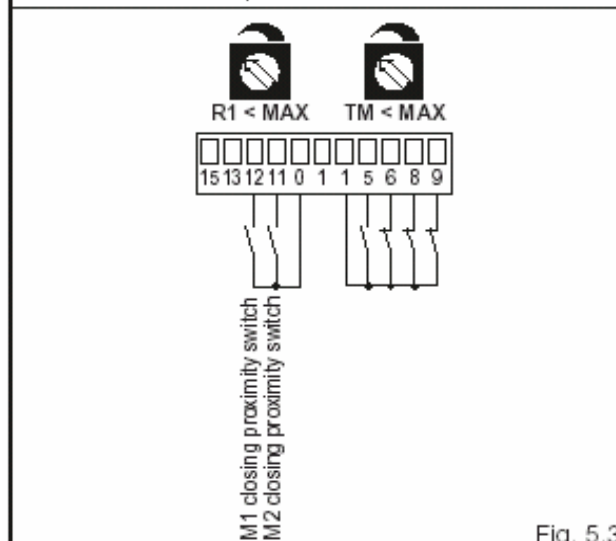

Fig. 5.3
- (rys.5.3) **Skrzydła zatrzymują się na zderzakach mechanicznych i zmieniają kierunek ruchu po napotkaniu przeszkody.**